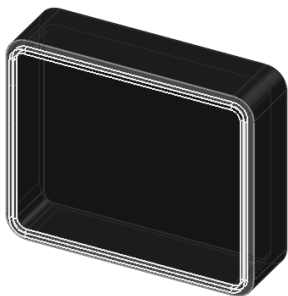

图 5-130 预览唇缘/凹槽扣合特征
- [4] 预览唇缘/凹槽扣合特征，如图 5-130 所示。